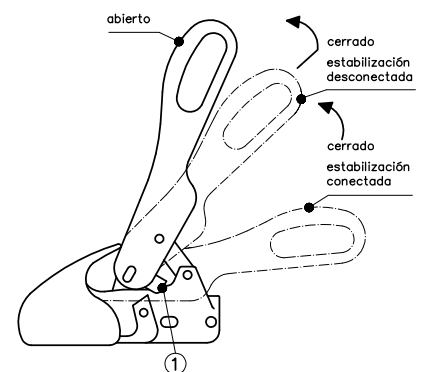

Figura 6: Desactivar estabilización
Tirar lentamente hacia arriba la palanca de mando, para desactivar la estabilización (Figura 6)
Soltar el enchufe de la iluminación y el cable de ruptura, tirar lentamente hacia arriba la palanca de mando para desactivar la estabilización (Figura 6), tirar hacia atrás la palanca de mando y si-
multáneamente continuar levantando (Figura 6), de manera tal que las pletinas laterales de seguridad (1) se vuelquen sobre las superficies de seguridad y la palanca de mando pueda ser puesta en posición abierta. Con ayuda de una rueda de rodadura de la barra de tracción ahora se puede desacoplar el vehículo tractor.